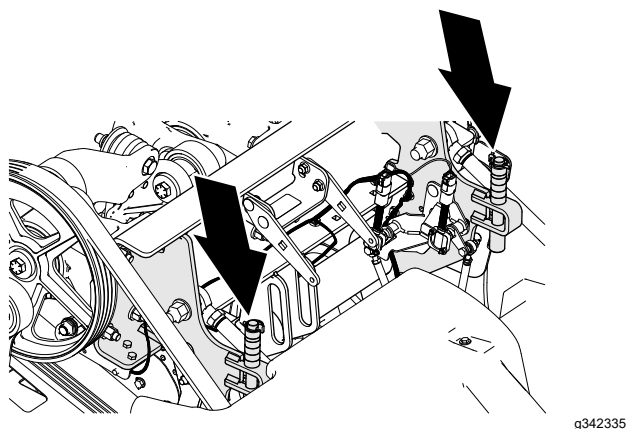
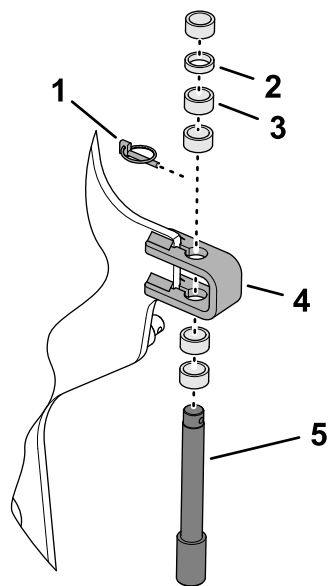

图 120
图 121
3. 拆下将限深销和隔片固定至限位支架的保险销 图 120 和 图 121。